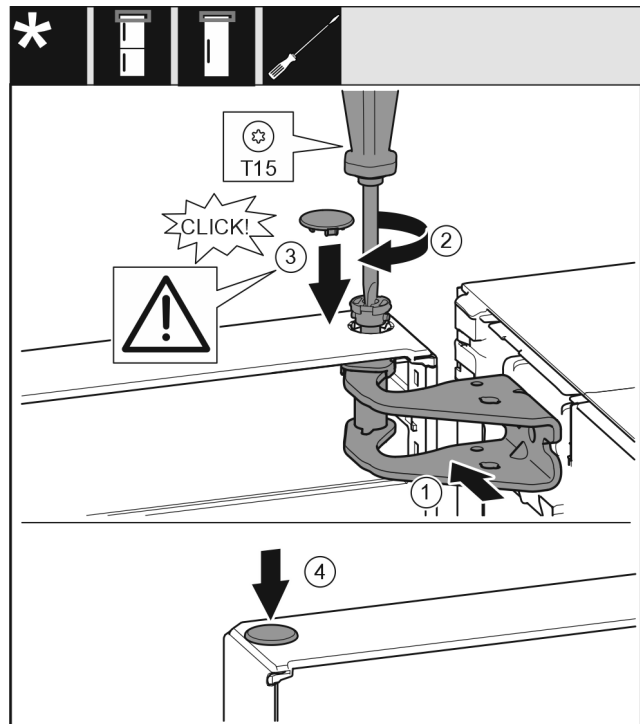

Fig. 16
- Tür oben zur Öffnung im Lagerbock ausrichten. Fig. 16 (1)
- Bolzen einsetzen und mit Schraubendreher T15 festschrauben. Fig. 16 (2)
- ▶ Sicherungsabdeckung zur Sicherung der Tür montieren: Sicherungsabdeckung einsetzen und Kontrollieren ob sie auf der Tür aufliegt. Ansonsten Bolzen vollständig einsetzen. *Fig. 16 (3)*
- ▶ Stopfen einsetzen. *Fig. 16 (4)*